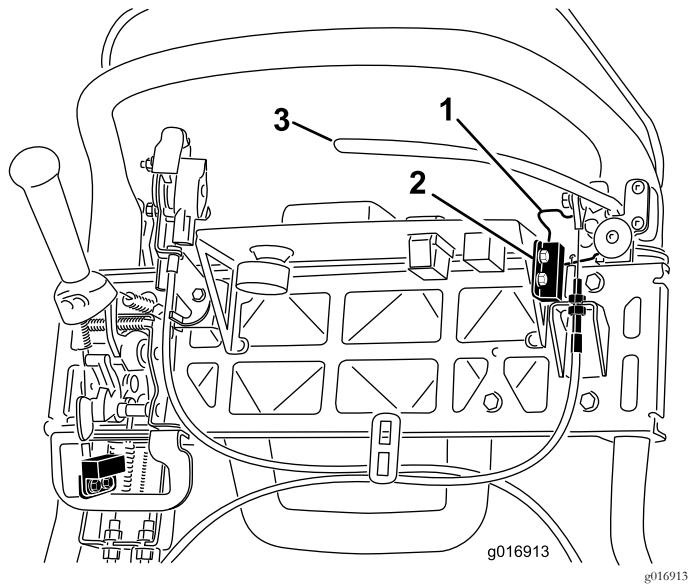

Figura 45
4. Desaperte as juntas de montagem do interruptor de segurança (Figura 45).
5. Coloque um calço de 1,6 mm entre o bloqueio do travão de mão e o interruptor de segurança (Figura 45).
4. Para aumentar tensão do cabo, desaperte a porca de bloqueio do cabo superior e aperte a porca de bloqueio do cabo inferior (Figura 45) até que seja obtida uma força de 156 N aplicada na pega da alavanca do travão, necessária para libertar o trinco do travão de mão.